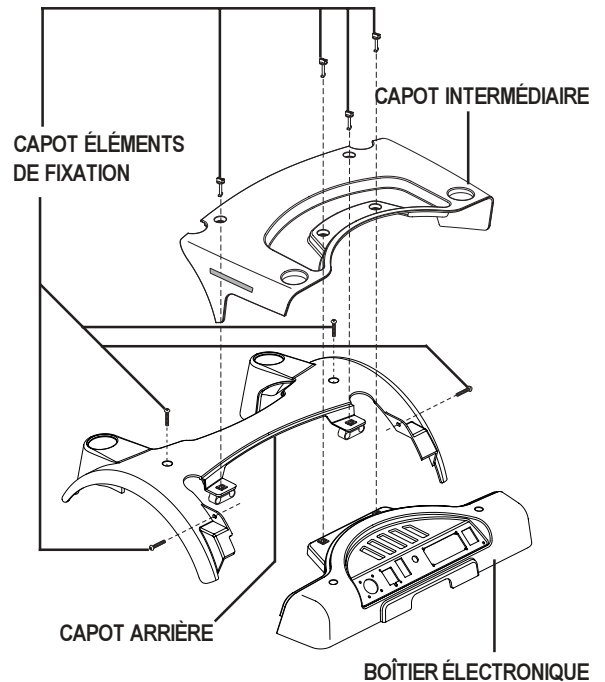

Figure 10. Capot
5. Tournez les quatre attaches sur le capot du milieu. Voir la figure 10.
7. Enlevez les quatre attaches sur le capot arrière et enlevez le capot. Voir la figure 10.